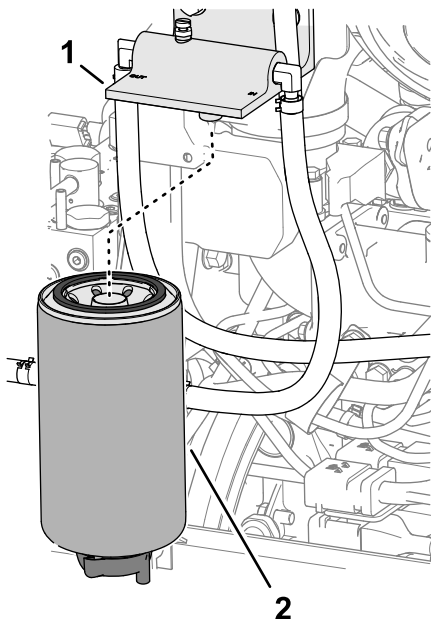

Figure 82
2. Nettoyez le filtre séparateur eau-carburant et la tête du filtre (Figure 82).